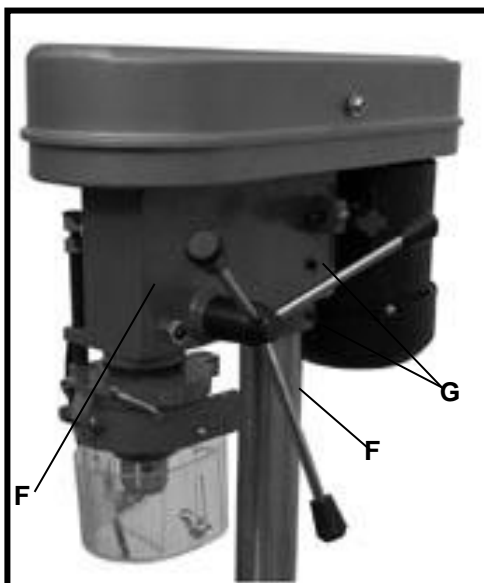

Fig. 4
4. Sett borehodet (F) på søylen (A) så langt det går. Plasser hodet (A) (Fig. 4 A) på linje med bordet (B) og sokkelen (C). Stram til de to hodelåseskruene (G) ved hjelp av den medfølgende sekskantnøkkelen.